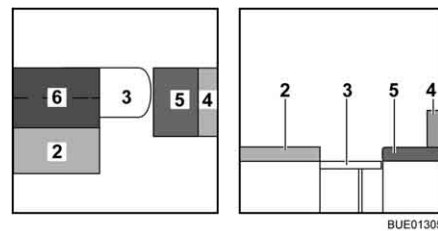

Fig. 133 Durante la transformación
- Desplegar el cojín adicional (Fig. 133,6) y colocarlo en la mesa.